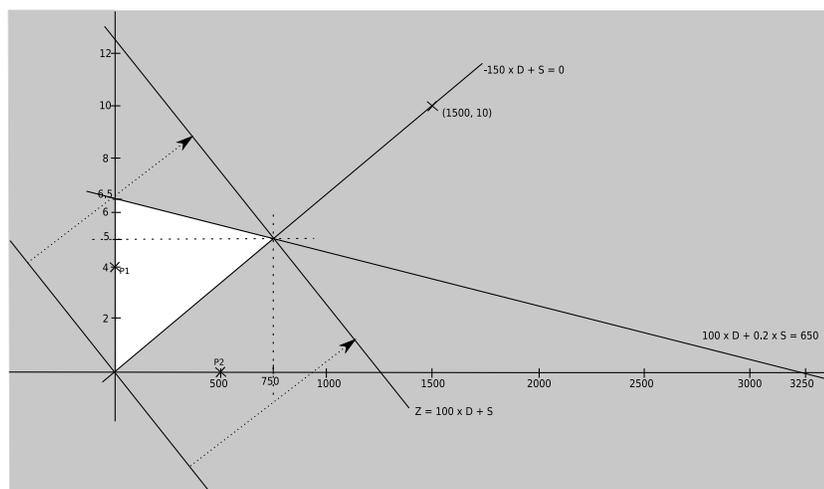

FIG. 2.32 – Résolution géométrique
Pour délimiter le domaine des solutions admissible (voir figure 2.32) :
- on trace la droite $-150 \times D + S = 0$. Elle divise notre plan en deux. D'un coté il y a des valeurs admissibles et de l'autre des valeurs qui ne répond pas à la contrainte (il faut que $-150 \times D + S \leq 0$). Ici comme il y a un nombre négatif dans les facteurs, la logique de dire «inférieur veut dire en dessous de la droite» ne tient pas. Pour trouver de quel coté de cette droite se trouvent les valeurs admissibles, il suffit des tester un point de chaque coté. On calcule par exemple la valeur pour le point P1 ($S = 0$ et $D = 4$, donc $-150 \times D + S = -600$). On obtient -600 qui est bien inférieur ou égale à 0, donc ce point est acceptable. Par contre pour le point P2 ($S = 500$ et $D = 0$ donc $-150 \times D + S = 500$), la valeur obtenue 500, prouve que ce point n'est pas admissible. Donc sur le graphe de la figure 2.32, le domaine admissible des solutions se trouve au dessus de la droite $-150 \times D + S = 0$.